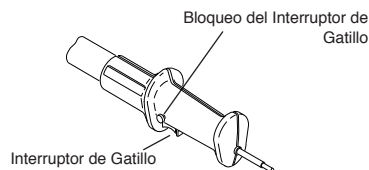

Figura 10 - Mango de la Sierra de Pértiga con el Bloqueo del Interruptor de Gatillo
4. Cuando esté listo para realizar el corte, presione el bloqueo del interruptor de gatillo y accione este interruptor (vea la Figura 10, en la página 12). Esto encenderá a la Sierra de Pértiga. Al soltar el interruptor de gatillo se apagará la Sierra de Pértiga. Cerciórese de que la cadena está girando a su máxima velocidad antes de comenzar a cortar.